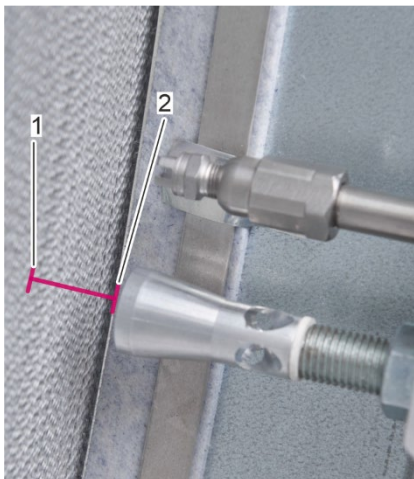

Figura 43: Distancia entre la boquilla de aire comprimido y la superficie del rotor
8. Mida la distancia entre la boquilla de aire comprimido (Figura 43/2) y la superficie del rotor (Figura 43/1).